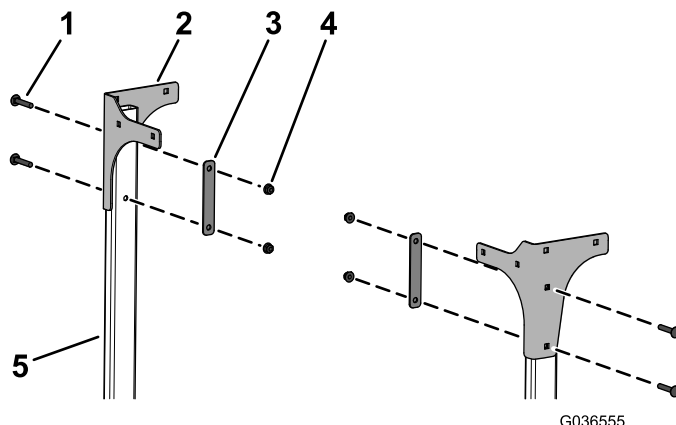

Figura 8
7. Instale sem apertar as placas traseiras esquerda e direita nas tubagens utilizando quatro parafusos de carroçaria (5/16" x 1 3/4"), duas placas posteriores e quatro porcas flangeadas (5/16"), como se mostra na Figura 8.